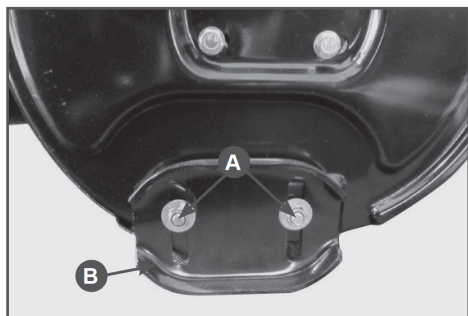

Рис.17 Регулировка высоты забора снега
2. Ослабьте гайки крепления полозков (А), Рис.17) и установите полозки (В) на необходимую высоту. Снова затяните гайки.